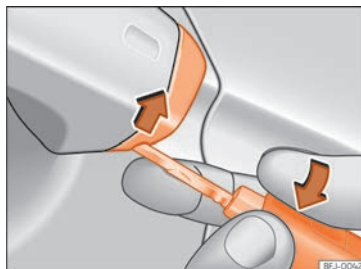

Fig. 52 Mânerul de pe ușa șoferului: pentru deschidere, scoateți capacul.
- Introduceți lama cheii în fanta inferioară a capacului de pe mânerul ușii șoferului » fig. 52, apoi scoateți capacul împingându-l în sus.